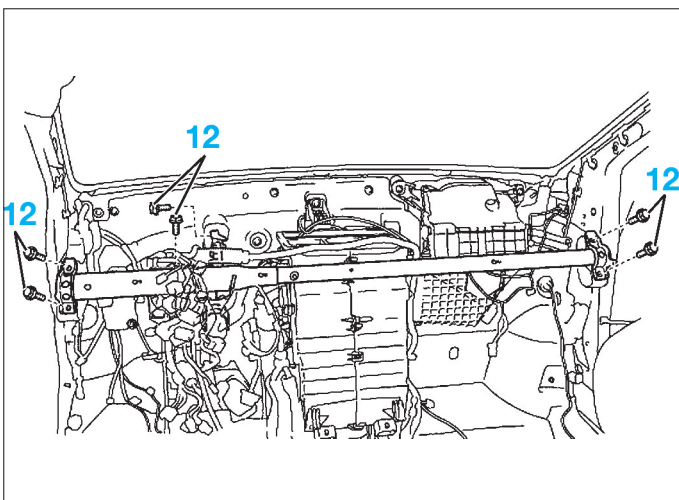

FIG. 13
- Déposer les six vis (12) de fixation de la traverse (fig. 13).